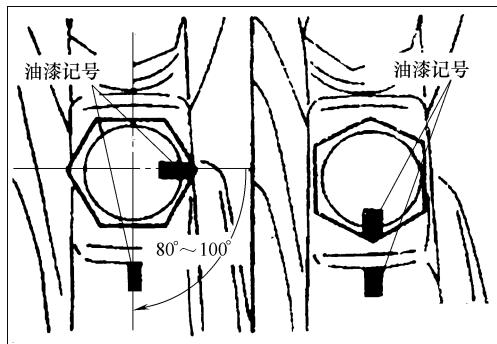

图 2-147 螺栓拧紧顺序及油漆记号
- ⑤ 各螺栓头部涂油漆记号。
- ⑥ 从螺栓上的油漆记号开始，再向拧紧方向拧紧 $90^\circ \sim 100^\circ$ 的主轴承盖位置上涂油漆记号。
- ⑦ 按图 2-147 所示规定的拧紧顺序将每个螺栓拧紧 $90^\circ \sim 100^\circ$ ，直至螺栓上的油漆记号和主轴承盖上的油漆记号对准为止。